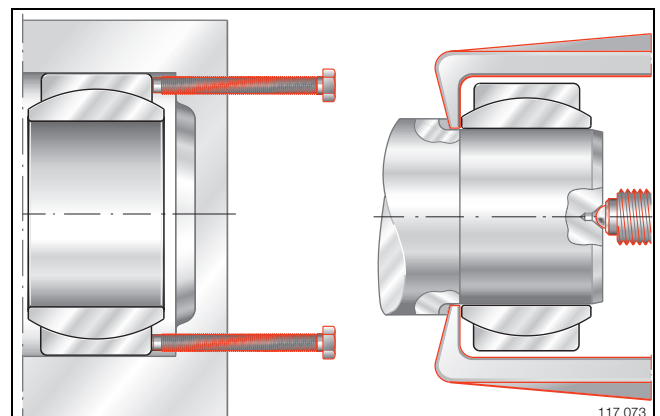

Bild 10 · Gewindebohrungen im Gehäuse und
- Gewindebohrungen für Abdrückschrauben im Gehäuse (Bild 10)
- Einfräsungen am Bolzen für die Zangen der Abziehvorrichtung (Bild 10).